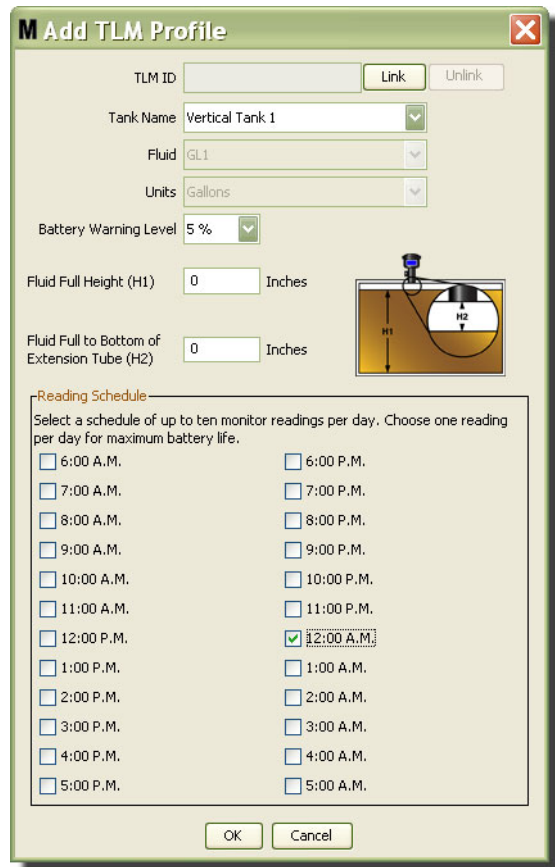

图 108
3. 显示 图 108 中所示的添加 TLM 配置文件屏幕。
2. 在 图 108 中所示的电脑屏幕上，选择“链接”按键并从下拉列表上选择正创建配置文件的 TLM。该操作将 TLM 链接到 Matrix 电脑并启用系统中两个装置之间的通讯。
单击“链接”按键之后，图 108 中的“链接”按键不再活动，而代之以“取消链接”按键在活动。单击“取消链接”按键，断开该 TLM 和 Matrix 电脑之间的关联。